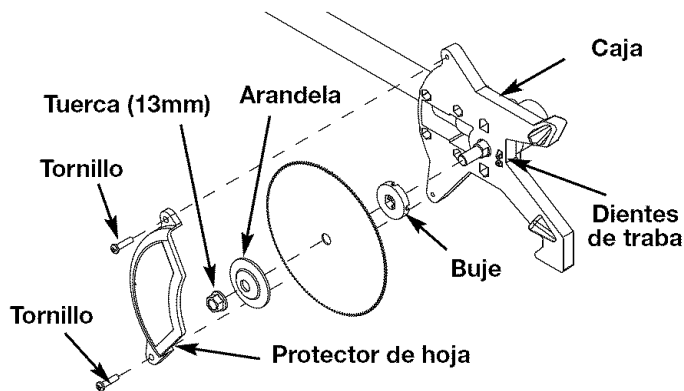

Fig. 9
1. Use la llave Allen provista para quitar los tornillos que sujetan el protector de la hoja en su lugar (Fig. 9).
3. Inserte el extremo largo de la llave Allen provista entre los Dientes de Traba y el Agujero de Traba en el buje (Fig. 9).